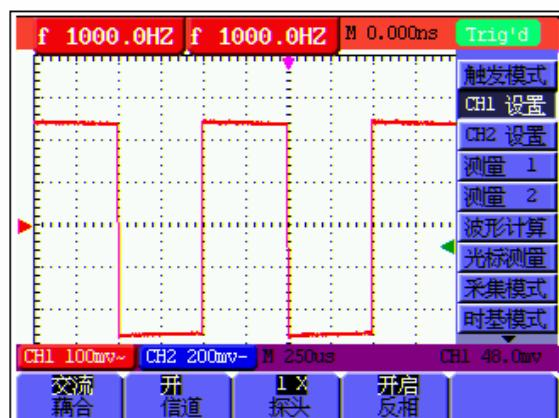

图 18：反相开启
3. 按 F4 键，选择 反相开启，屏幕显示的波形为 CH1 的反相波形。见图 18：